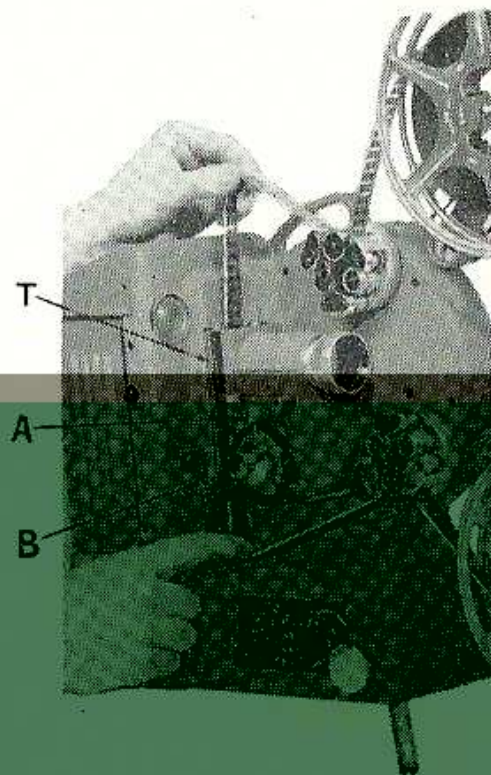

Fig. 10
Placer le bouton central (B) en face du verrou (A) comme pour un changement de format (fig. 1, page 18). Dans cette position, les griffes sont sorties ; dégager le presseur de cadre en ouvrant celui-ci comme un livre en agissant sur la barre (T) (fig. 10). Engager le film comme le montre la figure 10 en réservant une boucle entre la tourelle supérieure et le cadre, accrocher le film dans les griffes, refermer le presseur.